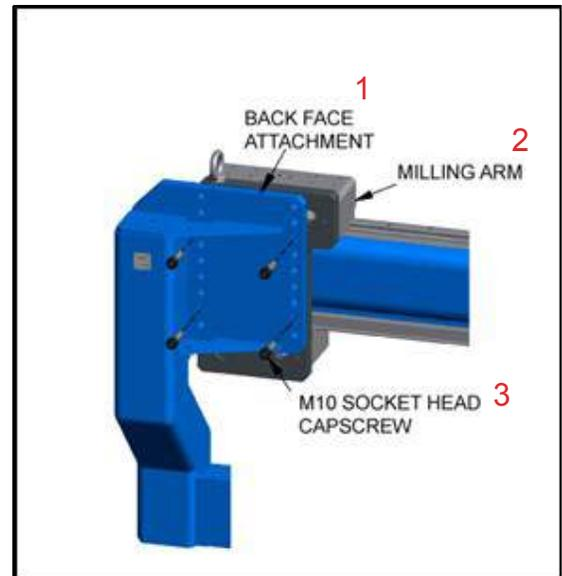

Рис. 3-42. ДЕТАЛИРОВКА УЗЛА НАСАДКИ ДЛЯ ОБРАТНОЙ ПОДРЕЗКИ ТОРЦА
2. Закрепите насадку для обратной подрезки на фрезерном хоботе четырьмя винтами с углублением под ключ M10, как показано на рис. 3-42. Затяните винты с головкой под ключ с усилием 58 Нм (42 фут-фунтов). Высоту насадки для обратной подрезки торца можно регулировать с помощью имеющихся монтажных отверстий. Положение насадки для обратной подрезки торца следует выбирать в соответствии с толщиной фланца.